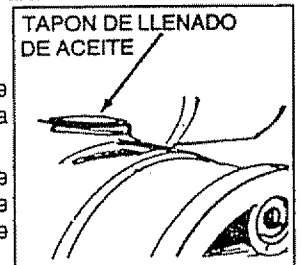

FIG. 19
- Retire el Tapón de Llenado de Aceite de la parte superior de la bomba (Fig. 19).